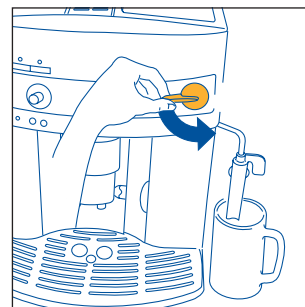
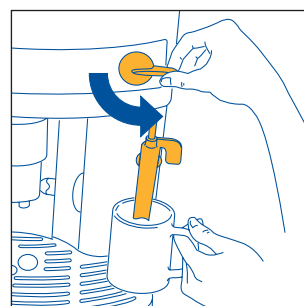
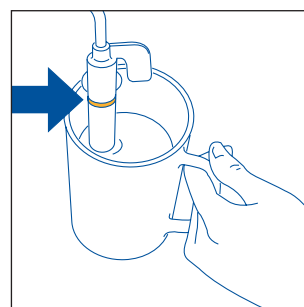

Fig.5
Fig.23
Fig.24
3. **STRAKS EFTER, INDEN DER ER GÅET HØJST 30 SEKUNDER**, drej dampbetjenings knappen mod uret så langt den kan komme (fig. 5) (det er normalt, at maskinen larmer).
- Drej dampbetjeningsknappen en halv gang mod uret så langt den kan (fig. 5): det varme vand løber ud af cappuccinoadapteren og begynder at fylde den nedenstående beholder op.
- **Straks efter, inden højst to minutter** (ellers går maskinen automatisk tilbage til funktion kaffebrygning), sænk cappuccinoadapteren ned i mælkebeholderen (fig. 23), men vær opmærksom på ikke at overdække mærket på cappuccinoadapteren (det vises med pilen på fig. 24). Drej dampbetjeningsknappen en halv gang mod uret, så langt den kan komme (fig. 5). (Pas på ikke at skolde sig). På grund af dampen, der løber ud af cappuccinoadapteren, begynder mælken at svulme op og at få et cremet udseende. For at opnå et mere cremeagtigt skum, sænk cappuccinoadapteren ned i mælken, og drej beholderen med langsomme bevægelser nedefra og op. (Det tilrådes at lede damp i højst 2 minutter ad gangen).
- Lad lidt vand eller damp slippe ud i et par sekunder ved at dreje dampbetjeningsknappen mod uret helt i bund (fig. 5). Med denne operation kommer damprøret af med eventuel tiloversbleven mælk. **VIGTIGT:** Af hygiejniske grunde anbefales det altid at foretage denne operation for at undgå at der bliver mælk siddende i de indvendige kredsløb i cappuccinoadapteren.